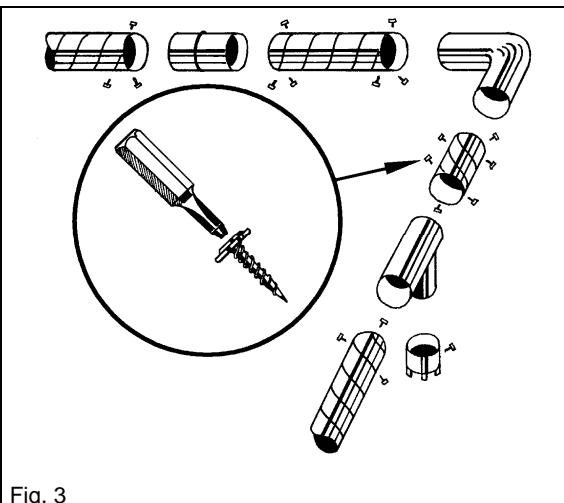

Fig. 3
### Sammenkoblinger av kanaldele (Fig. 3)
### Sammankoppling av kanaldelar (Fig.3)
**D****Verbindungen (Fig. 3)**
**GB****Duct connections (Fig. 3)**